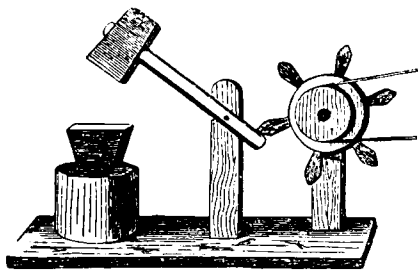

Рис. 180. Механическій молотъ.
7. Механическій молотъ (рис. 180).